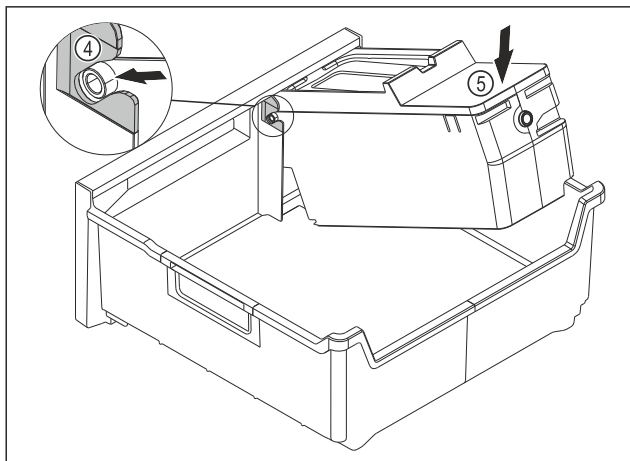

Fig. 90
- Montare il corpo dell'EasyTwist-Ice: Inserire gli assi del corpo dell'EasyTwist-Ice nelle guide Fig. 90 (4).
- Spingere il corpo dell'EasyTwist-Ice Fig. 90 (5) posteriore verso il basso.